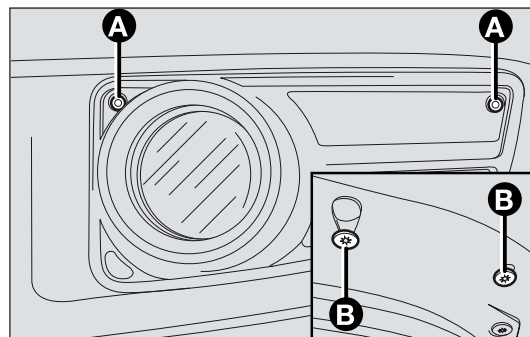

fig. 149
- ☐ afloje los dos tornillos A y B-fig. 149 de fijación de los faros antiniebla del parachoques y retire la moldura con el faro antiniebla, desconectando el conector;